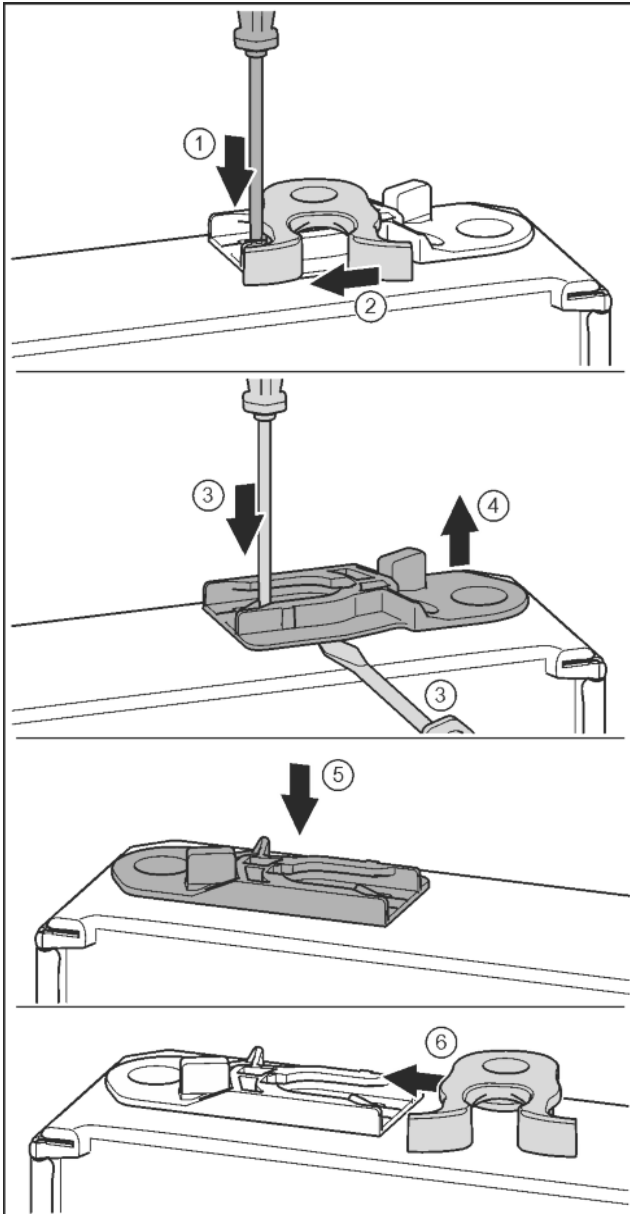

Fig. 19
- Lasche mit Schlitzschraubendreher nach unten drücken. Fig. 19 (1)
- Schließhaken aus Führung ziehen. Fig. 19 (2)
- Führungsbuchse herausziehen: Lasche mit Schlitzschraubendreher drücken und gleichzeitig mit Schlitzschraubendreher unter Führungsbuchse fahren. Fig. 19 (3, 4)
- Im Lieferumfang beiliegende Führungsbuchse auf anderer Gehäuseseite einschieben. Fig. 19 (5)
- Schließhaken in Führung schieben. Fig. 19 (6)